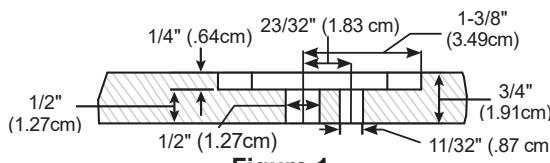

Figure 1
- 7.7. À l'aide d'une toupie, d'un guide de ligne droite et d'une fraise de 1 po (2,54 cm), fraisez un trou de 1/4 po (0,64 cm) de profondeur sur le panneau de 3/4 po (1,91 cm). Veuillez voir la Figure 1.